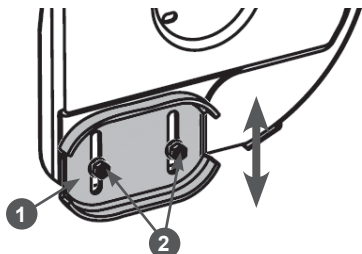

Рис. 29 Регулировка высоты забора снега
2. Открутите гайки 2 крепления ползков 1 на 1-2 оборота и установите ползков на необходимую высоту (Рис. 29). Снова затяните гайки.